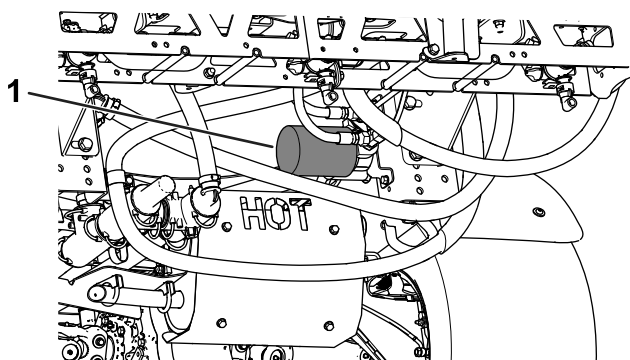

Figura 57
4. Îndepărtați filtrul (**Figura 57**).